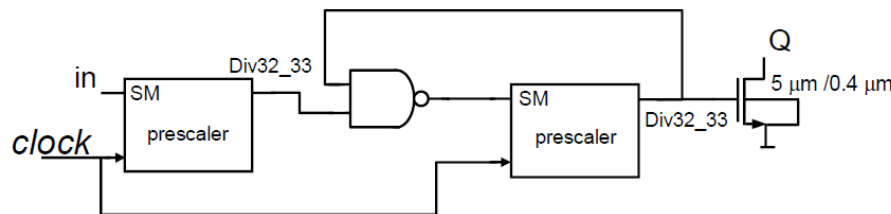

Figura 5: Circuito utilizando Prescalers e transistor.
**10.** Modifique o circuito adicionando um transistor na saída como indicado na **Figura 5** . Novamente gere o *layout*, adicione *ports*, faça o *DRC* e o *LVS*. Quais são os valores da saída quando o gate do transistor está "Alto" e quando está "Baixo". Inclua no relatório o *layout* feito.